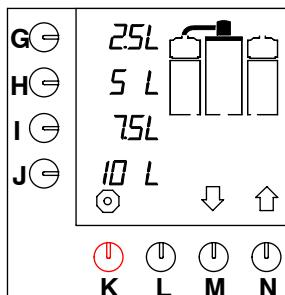

Fig. 6 Pantalla inicial
- El piloto indicador del interruptor se encenderá. El display mostrará los ajustes vigentes por estandar, ver fig. 6 .